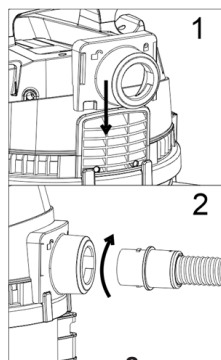

рис.3
4. Подключение для функции обдува (рис.3)